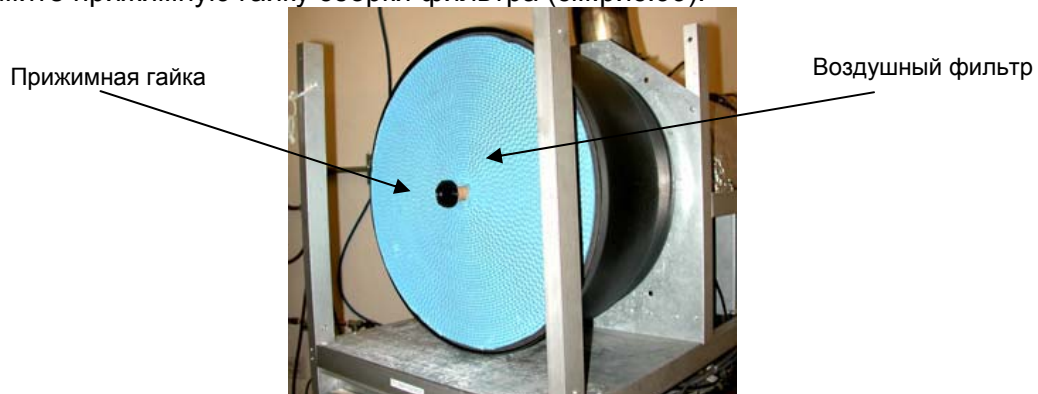

Рисунок 99 Воздушный фильтр циклового воздуха
- Снимите прижимную гайку сборки фильтра (см.рис.99).